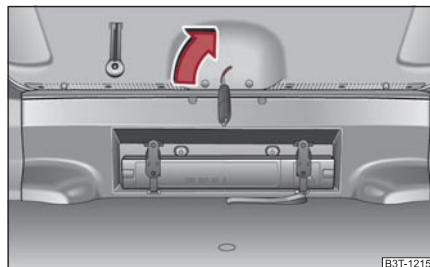

Fig. 47 Descuierea de urgență a capacului portbagajului
- Introduceți cheia în fanta din capitonaj, până la limită ⇒ fig. 47.